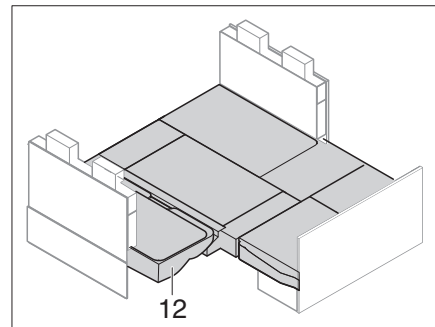

Bild 235 Nach dem Umbau
- Sitzpolster und Sitzverbreiterungen einlegen. Rückenpolster (Bild 235,12) auf die Zusatzpolster legen.